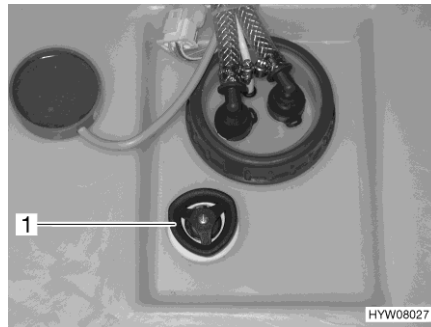

Fig. 156 Serbatoio dell'acqua con maniglia girevole
- Sul serbatoio dell'acqua ruotare la maniglia girevole (Fig. 156,1) in senso antiorario, oltre la resistenza verso l'esterno fino all'arresto, per aprire completamente l'apertura di scarico.